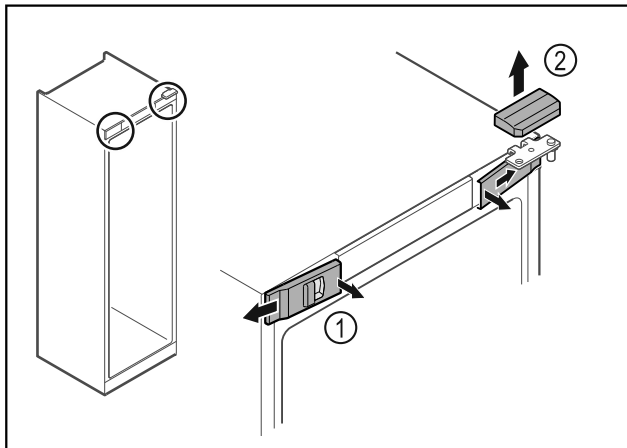

Fig. 18
- Nxirrni nga foleja kapakët mbulues të përparmë Fig. 18 (1) në pjesën e brendshme dhe hiqini nga anash.
- Hiqni kapakun mbulues të sipërm Fig. 18 (2) duke e ngritur lart.